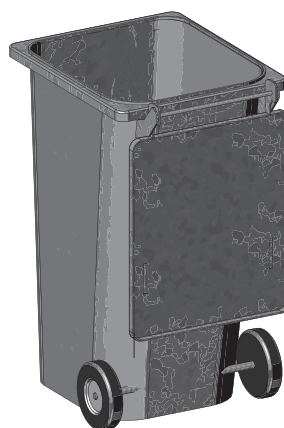

Fig. 59 Vider le cendrier ou transférer son contenu dans un autre contenant
- ▶ Vider le cendrier comme s'il était plein ou transférer son contenu dans un autre contenant – Fig. 59.